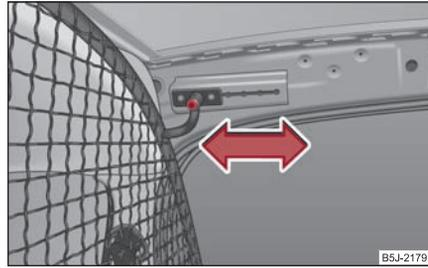
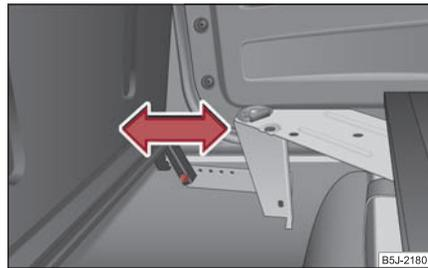

Abb. 221 Obere Aufnahme
Abb. 222 Untere Aufnahme
- Schrauben Sie auf jeder Seite im oberen Teil der Karosserie eine Schraube ⇒ **Abb. 221** und im unteren Teil eine Schraube heraus ⇒ **Abb. 222**.